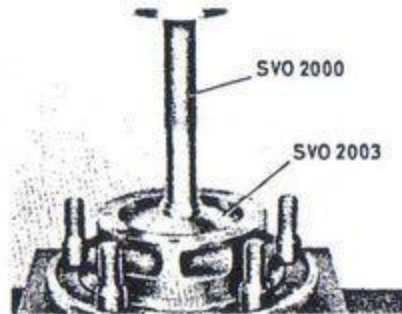

Bild 115. Montering av ytferring.
3. Montera lagrets ytferring med dorn SVO 2003 enligt bild 115. Packa in lagren väl med fordonsfett 20. Lägg i inre lagret i navet och pressa i tät-